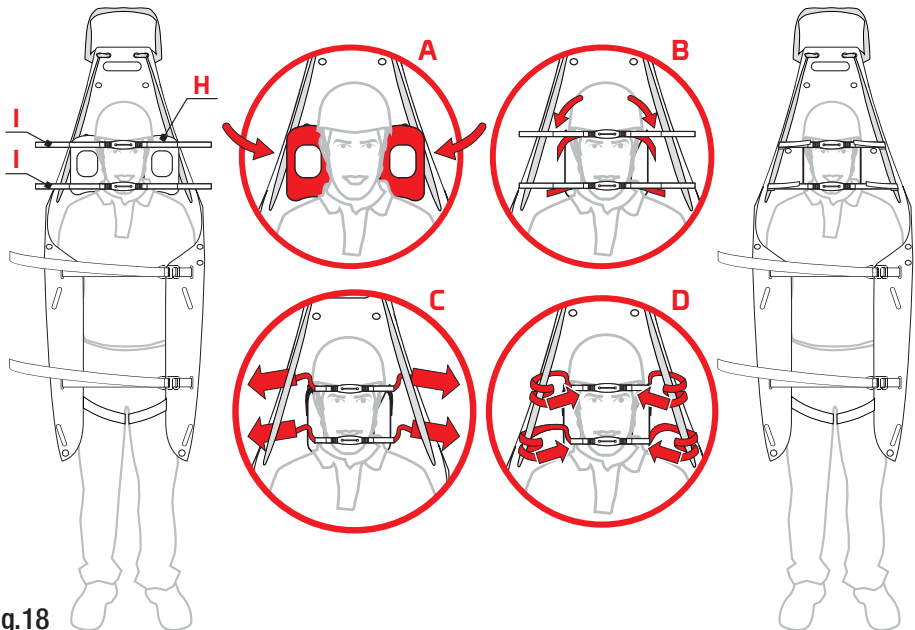

Fig.18
- a) fissare le mentoniere (I) al fermacapo HRP (H) mediante il velcro (fig. 18),
- b) avvolgere il velcro delle mentoniere (I) sulla corda (M) o sulla fettuccia (E) e farlo aderire su se stesso (fig. 18).